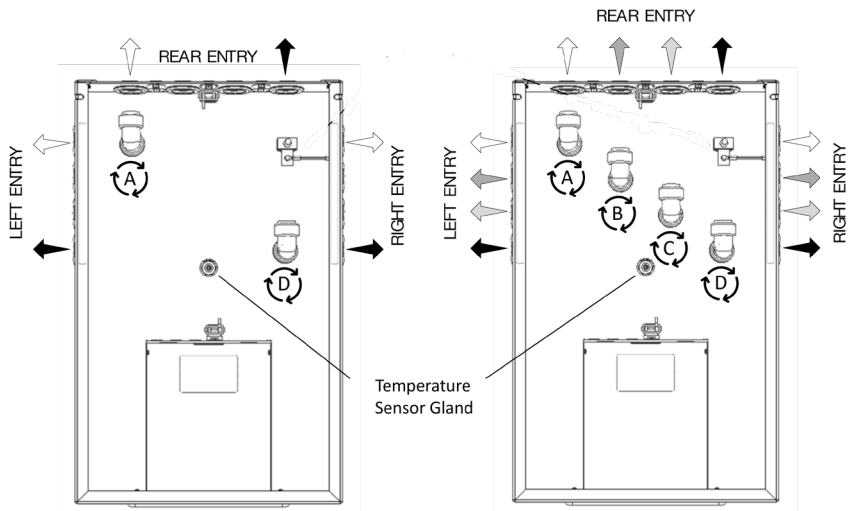

Abbildung 6 - Flextherm Eco G2 E-Anschlüsse (3-9E links, 12E) rechts
- Drehen Sie die TecTite-Anschlüsse auf die Seite, an die Sie die Hydraulik anschließen möchten (links, rechts oder hinten) (Abbildung 6).
- Für Flextherm Eco 3E G2, 6E G2 & 9E G2 Produkte muss der Kaltwassereinlass an Anschluss A und der Warmwasserauslass an Anschluss D angeschlossen werden (Abbildung 6, linke Seite).
- Bei Flextherm Eco 12E G2-Produkten muss der Kaltwassereinlass in die Anschlüsse A und B und der Warmwasserauslass in die Anschlüsse C und D verzweigt werden (Abbildung 6, rechte Seite).